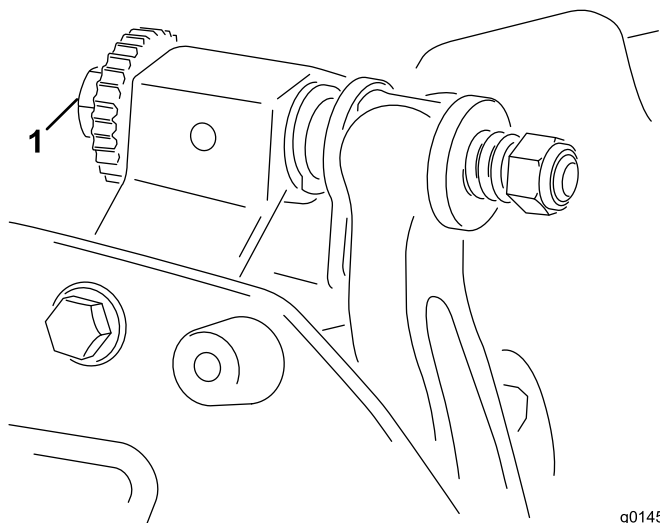

图4
6. 向右转动底刀架调节螺丝 图4通过左右滑动薄垫片直至感到薄垫片上存在轻微的压力。取出薄垫片。